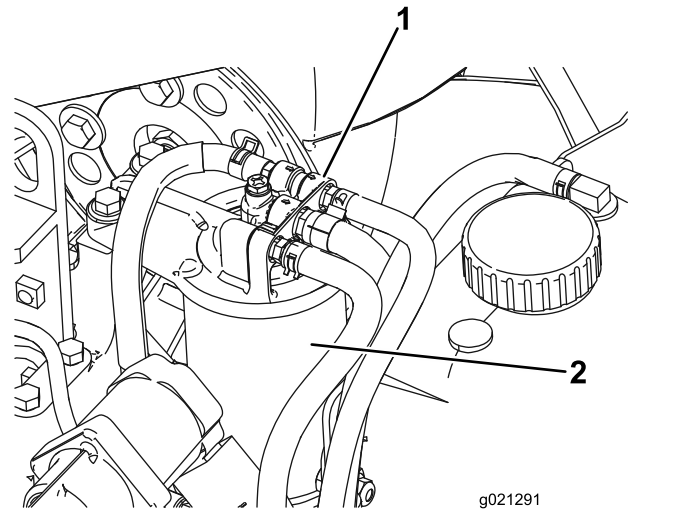

Figura 85
1. Pulite l'area attorno alla testa del filtro del carburante (Figura 85).
2. Rimuovete il filtro e pulite la superficie di montaggio della testa del filtro (Figura 85).